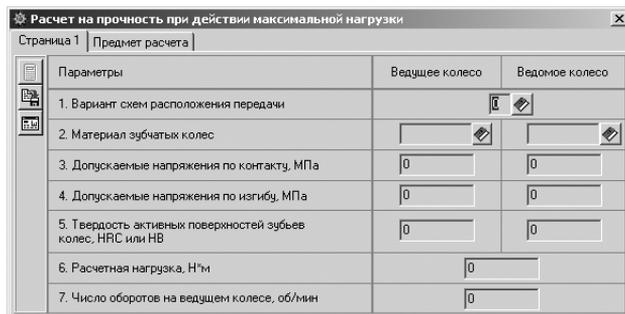

Рис. 5.35. Диалоговое окно **Расчет на прочность при действии максимальной нагрузки** с открытой вкладкой **Страница 1**
- щелкните в диалоговом окне **Вариант расчета** по кнопке **На прочность**. Появится диалоговое окно **Расчет на прочность при действии максимальной нагрузки** с открытой вкладкой **Страница 1**, см. рис. 5.35;